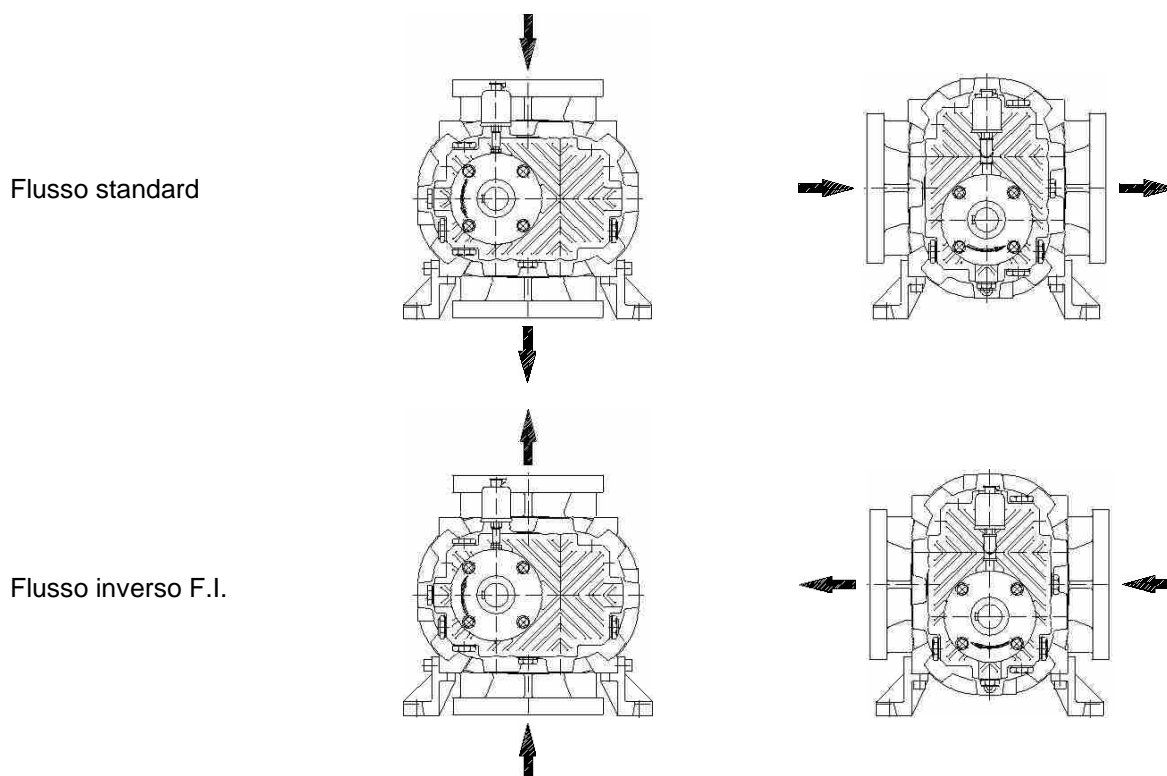

Fig. 5
**⚠** **Attenzione : Non utilizzare il soffiatore con senso di rotazione o verso del flusso diversi da quanto indicato in Fig. 5**